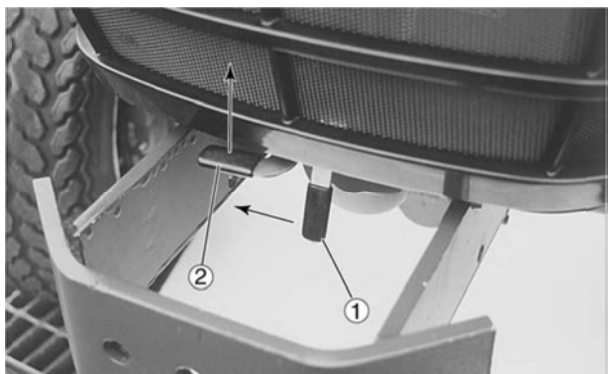

Рис. 30 (защелка капота)
1. Чтобы поднять капот, подвиньте замок (1) вправо, и предохранительный рычаг (2) – вверх (см. рис. 30). Поднимите капот. Он автоматически зафиксируется с помощью опорной пластины (см. рис. 31).